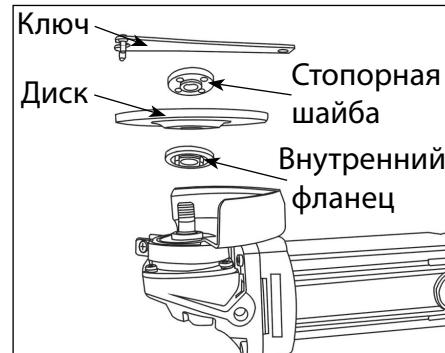

Рис. 3
1) Установите внутренний фланец на шпиндель. Наденьте крут на внутренний фланец и накрутите стопорную гайку на шпиндель. (Рис.3).